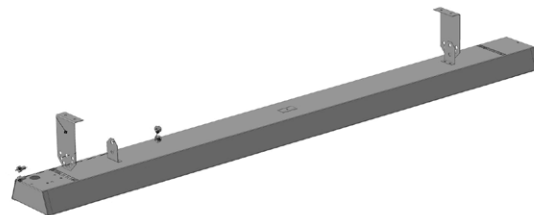

Рис. 4
2. Раскройте чехол с комплектом монтажных деталей и извлеките их. В комплект входят 2 кронштейна и 4 винта M4x10 (рис.4).
- закрепить оголённые концы электрического кабеля в соединительной колодке обогревателя, жёстко притянув их винтами, в строгом соответствии с рис.4, или рис.5, рис.6, или рис.7.